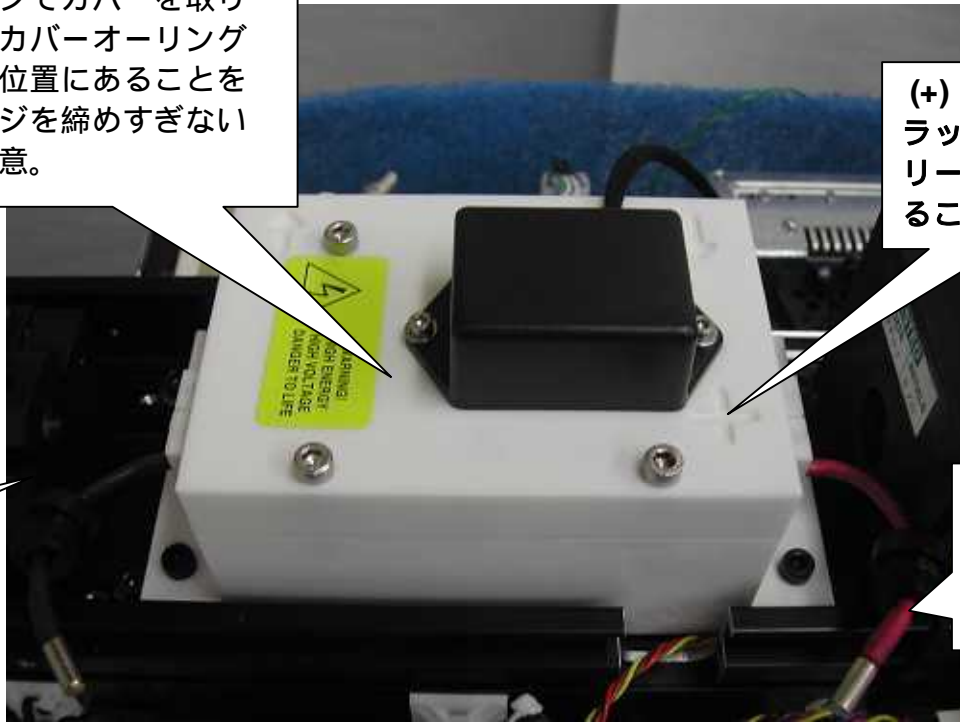

図 33
- チャンバーカバーを据え付ける。 チャンバーカバー上の (+) と赤のフラッシュランプリードがチャンバーの同じ側にくるようにしてください。 図 33
- ポンプカバーの 4 個のネジを 9 ~ 1 0 (in.lbs=インチポンド) 位のトルクで締めてください(余り強く締めないで)。 図 33